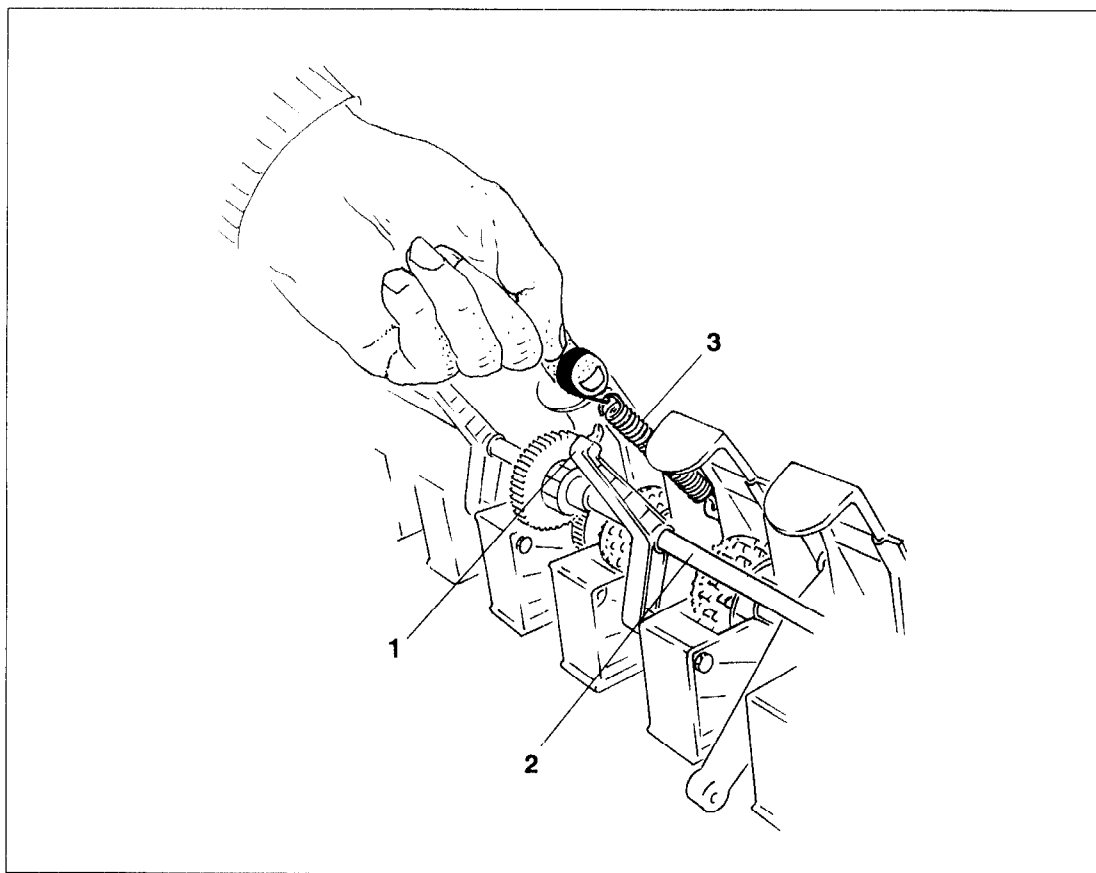
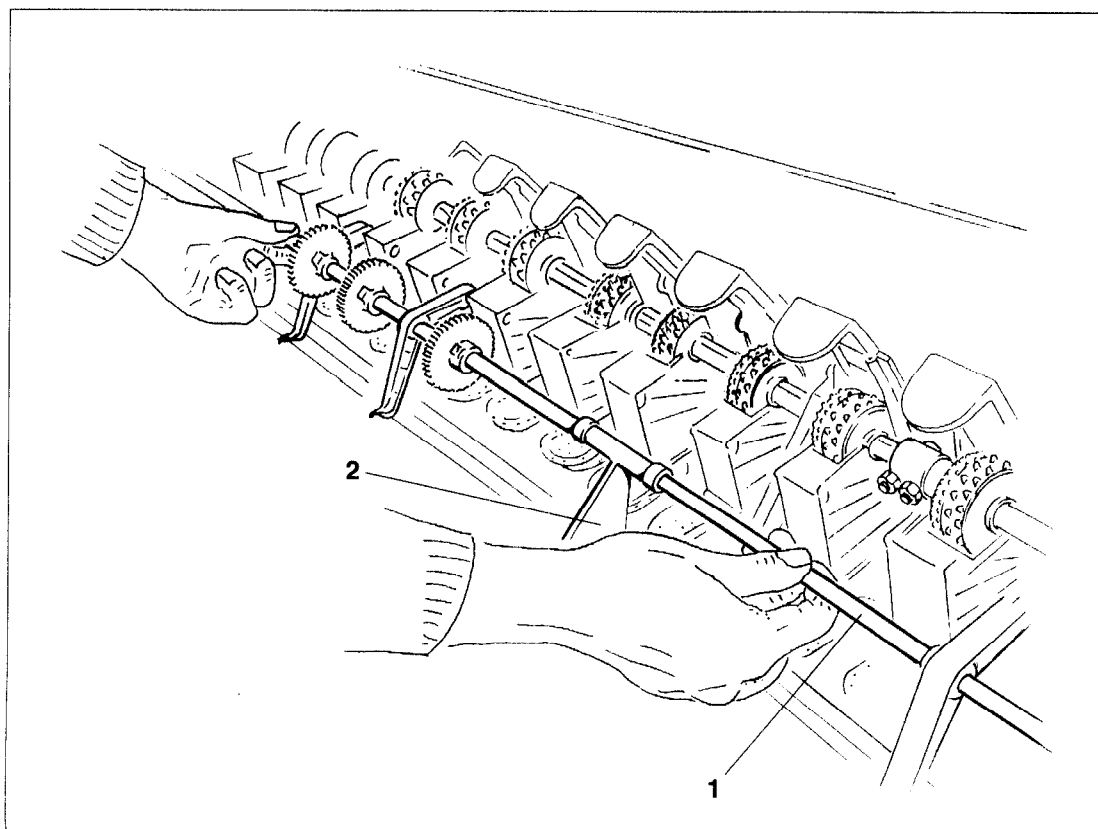

Fig. 13.11
Fig. 13.12
- Les biellettes de maintien (fig. 13.11/1) de l'arbre de jalonnage (fig. 13.11/2) sont fixées sur leur palier à l'aide de ressorts. Décrochez les ressorts (fig. 13.11/3) puis basculez vers le bas l'arbre de jalonnage (fig. 13.12/1). Ce faisant, un support (fig. 13.12/2), qui assure l'alignement axial de l'arbre, est retiré de son logement consistant en un évidement pratiqué dans un carter de distribution.